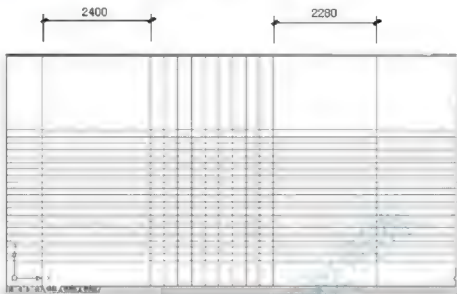

图 4.105 偏移构造线
(5) 将第一根垂直构造线向左偏移 2400mm, 将最后一根垂直构造线向右偏移 2280mm, 结果如图 4.105 所示。2400mm 为走道的宽度 2100mm 与缓冲平台的宽度 300mm 之和, 2280mm 为楼梯休息平台的宽度。